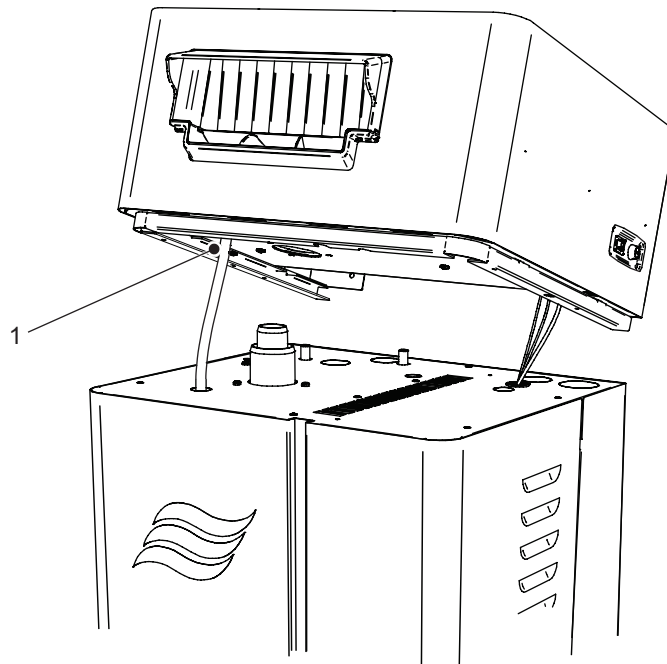

Bild 22: Anschluss des Kondensatschlauchs am Ventilationsgerät
- e. Formen Sie im ø8/12 mm-Kondensatablaufschlauch einen Siphon (Schlauchbogen) mit einem Durchmesser von 150 mm und füllen Sie diesen mit Wasser. Führen Sie dann den Kondensatschlauch durch die Ausbrechöffnung oben am Befeuchter – siehe Bild 22 auf Seite 38. Schliessen Sie den Kondensatschlauch am Kondensatanschluss am Ventilationsgerät an und sichern Sie diesen mit einer Schlauchklemme (mitgeliefert). Stellen Sie sicher, dass der Schlauch nicht geknickt ist.